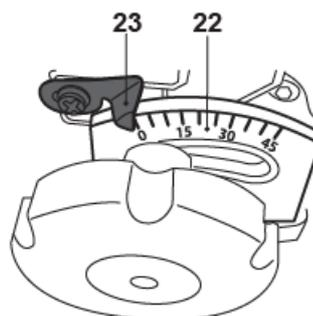

Fig. 12
- > Tournez la poignée [1] vers la gauche jusqu'à ce que le pointeur [23] indique l'angle souhaité sur l'échelle de biseau [22] (Fig. 12).